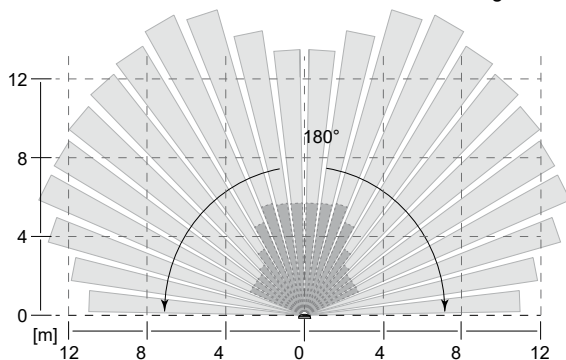

Figura 6: Zona de detección del detector de movimiento, altura de montaje de 1,1 m
■ Evitar fuentes de interferencias en la zona de detección (figura 6 y 7). Las fuentes de interferencias, por ejemplo, calentadores, instalaciones de refrigeración y climatización y bombillas refrigerantes, pueden provocar conexiones indeseadas (figura 4).